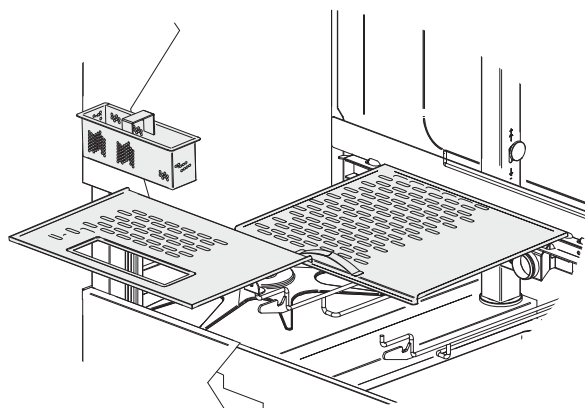

fig. 14
- Avec la cuve vide retirer les filtres des cuves et des pompes (voir fig. 14 - 15). Faire attention que les résidus de lavage présents dans les filtres ne tombent dans les cuves. Nettoyer les filtres avec une brosse rigide sous un jet d'eau puissant.